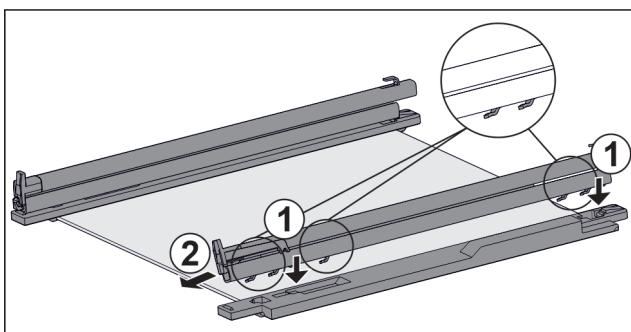

Fig. 38 Скляна пластина з рейками та деталями для підтримки
- Одягти гаки рейки на отвори **лівої** деталі для підтримки. Fig. 38 (1)
- Потягніть рейку вперед. Fig. 38 (2)
- Одягти гаки рейки на отвори **правої** деталі для підтримки. Fig. 38 (1)